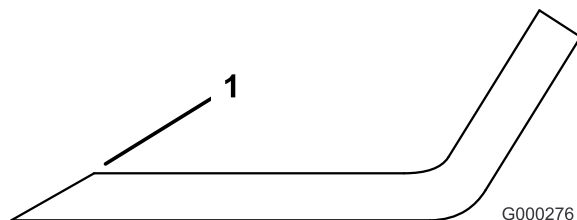

Figura 23
1. Afie a extremidade de corte em ambas as extremidades da lâmina (Figura 23). Mantenha o ângulo original. A lâmina manterá o equilíbrio se for retirada a mesma quantidade de material de ambas as extremidades de corte.